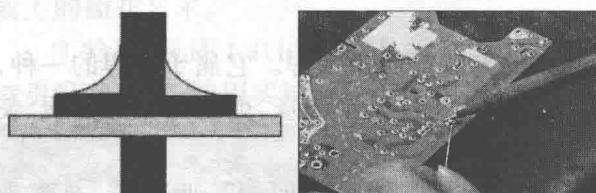

图1.14 加锡溶化1s
③加锡溶化1s(见图1.14):焊盘已上锡的焊接方法是在烙铁头对面加锡,严禁直接在烙铁头上加锡。当元件被焊部位升温到焊接温度时,送上焊锡丝并与元件焊点部位接触,熔融,润湿。注意:送锡要适量,不能过多也不能太少。